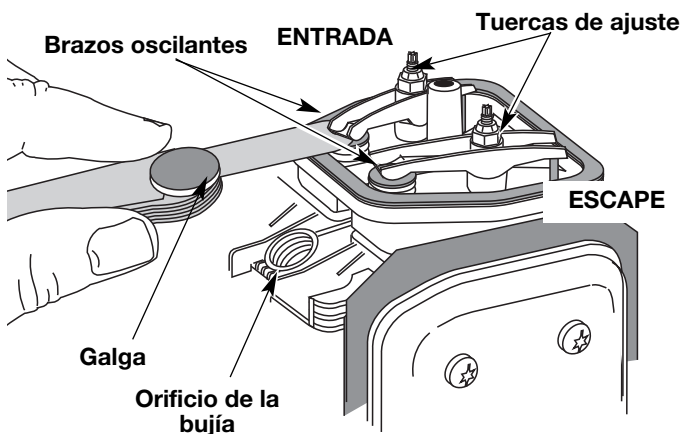

Fig. 29
- El pistón se encuentre en la parte superior de su recorrido mientras mira dentro del orificio de la bujía de encendido (Fig. 29).
- Deslice la galga entre el brazo oscilante y el resorte de retorno de la válvula. Mida el huelgo entre el vástago de la válvula y el brazo oscilante (Fig. 29). Realice esto en las válvulas de entrada y de escape.
El huelgo recomendado para las válvulas de entrada y de escape es 0,076 – 0,152 mm (0,003 – 0,006 pulgadas). Use un calibrador regular de automóvil de 0,127 mm (0,005 pulgadas). El calibrador debe deslizarse entre el balancín y el vástago de la válvula con una ligera cantidad de resistencia, sin doblarse (Fig. 29 y 30).
- Gire la tuerca de ajuste con una llave de 8 mm (5/16 pulgadas) o una guía de tuercas (Fig. 29).